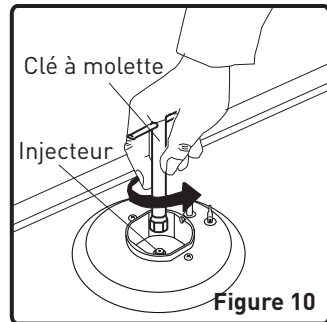

Figure 10
- Dévissez les injecteurs. Utilisez à cet effet une clé de 7 mm (figure 10).